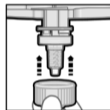
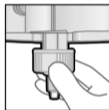

Рис. 3
Рис. 4.1
5. Когда смешивающий наконечник установится в правильном положении (рис. 3), надвиньте на него фиксирующее кольцо Dynamix до упора и поверните его по часовой стрелке (на $1/4$ оборота), чтобы оно надёжно зафиксировалось в правильном положении. (Рис. 4.1, 4.2 и 5)